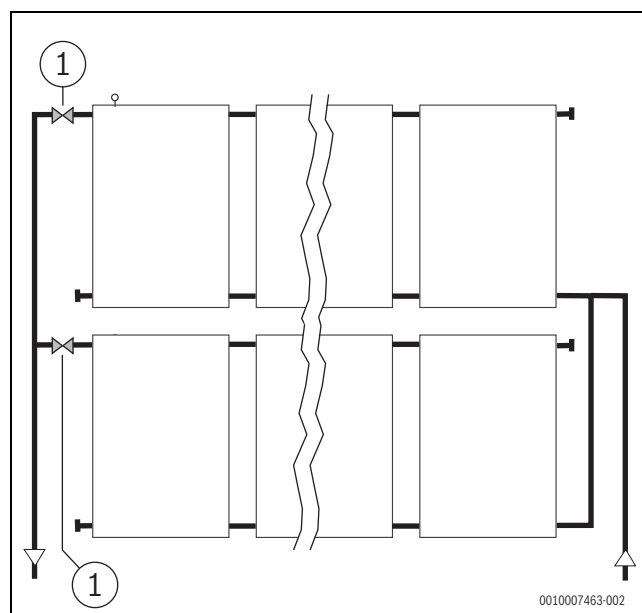

Fig. 190 Purge de champs de capteurs parallèles
- Monter sur le départ des robinetteries d'arrêt résistantes au glycol et aux températures élevées (→ fig. 190, [1]).